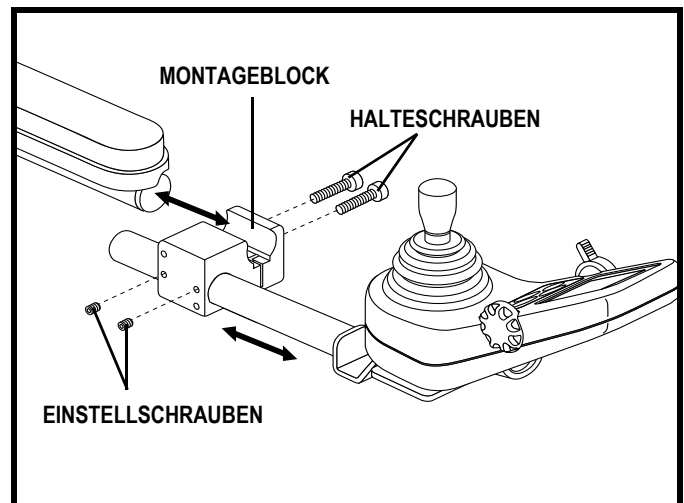

Abb. 19. Position der Steuerung (Standardmontageblock)
**HINWEIS:** Falls Ihr Rollstuhl mit einem *Specialty-Sitz, Synergy-Sitz* oder der elektrischen Sitzverstellung *Synergy TRU-Balance* ausgestattet ist, müssen Sie wie folgt vorgehen: Lösen Sie die Feststellschrauben im Montageblock, schieben bzw. ziehen die Steuereinheit in die gewünschte Position und ziehen dann die Feststellschrauben wieder an. **Siehe Abbildung 19.**
5. Die Befestigungsschrauben im Montageblock der Steuereinheit lösen. **Siehe Abbildung 19.**